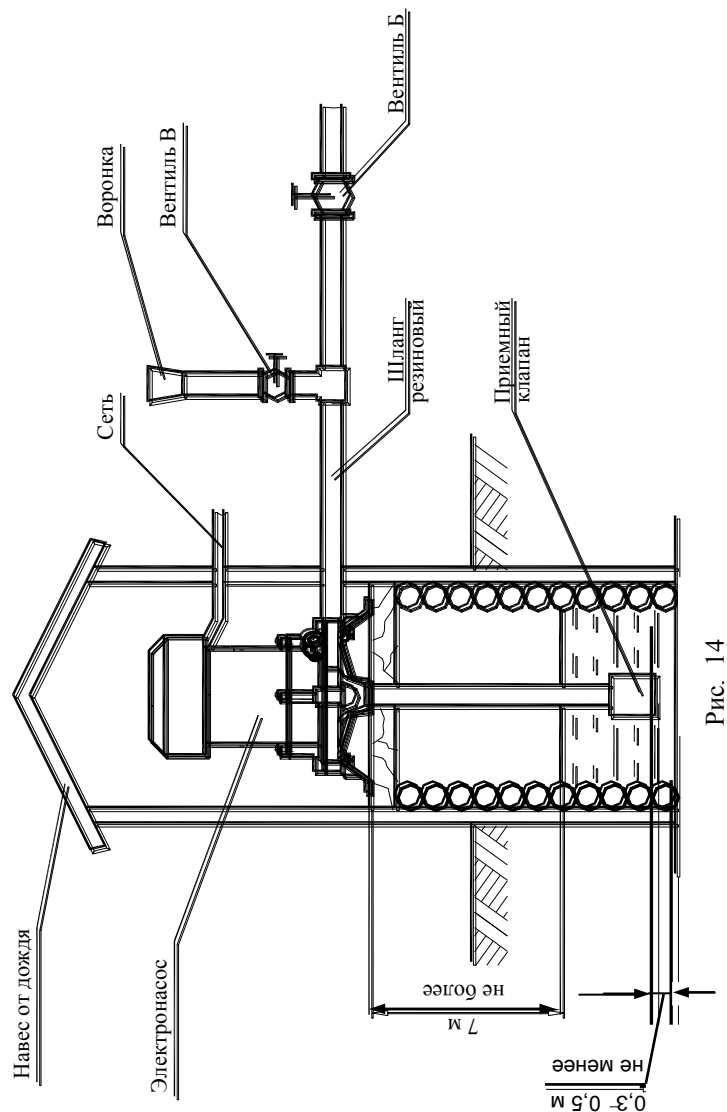
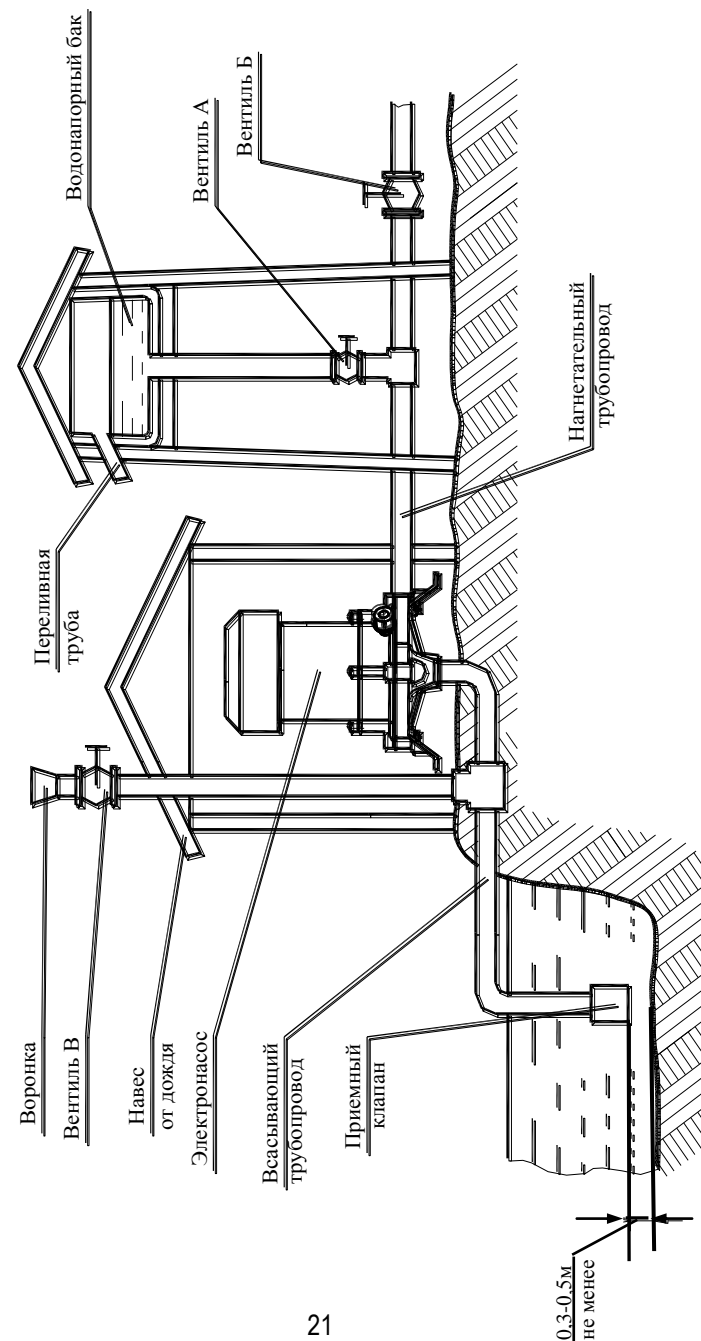

Рис. 14
Рис. 13
1.4.5 Электронасос комплектуется приемным клапаном (рис.13 или рис. 14), который препятствует попаданию в насос посторонних предметов, а также удерживает воду в насосе при заливке перед запуском.
1.5.1 Прежде чем приступить к монтажу электронасоса, необходимо выбрать правильную схему установки и предохранить электронасос от попадания воды в электродвигатель (рис. 13, 14).
1.6.2 Электронасос рассчитан на продолжительную работу. Предпочтительный расход воды $0,4 \times 10^{-3} \text{ м}^3/\text{с}$ (24 литра в минуту). Расход воды можно регулировать вентилем или краном, который устанавливается на нагнетающем трубопроводе (рис. 13, 14).
1.8.1 При перекачке воды из открытого водоема (рис.13), колодца (рис. 14) или скважины, для любого варианта исполнения, расстояние от дна водоема до приемного клапана должно быть не менее 0,3 м.